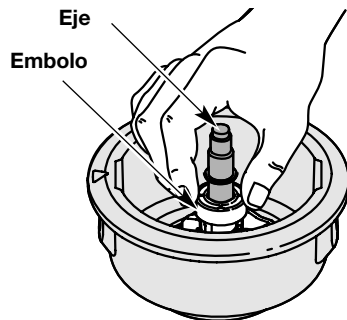

Fig. 25
- Limpié el eje y la superficie interior de la bobina exterior. Para limpiar el eje debajo del émbolo, empuje el émbolo hacia abajo (Fig. 25). Saque toda la suciedad o residuos del eje.